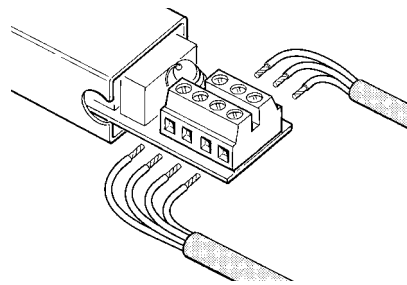

Fig. 8
- 6 Connecter les conducteurs aux bornes comme dans la figure 8 en respectant le schéma de la figure 13.